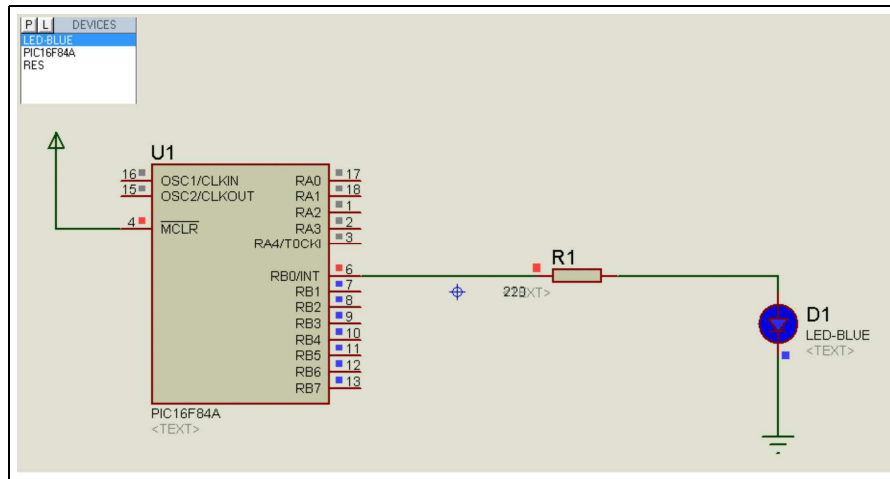

FIGURE 1.3: Schéma électronique « commande une LED par le PIC16F84A »
2. Réaliser le circuit de test (voir figure 1.3) sous ISIS :